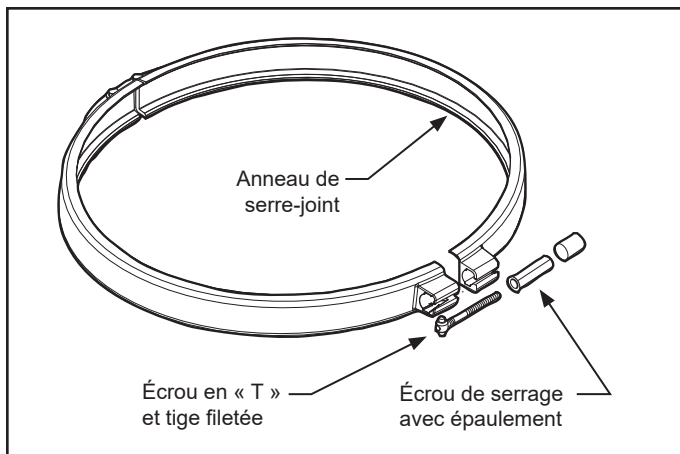

Figure 9. Anneau de serre-joint du filtre
- Placer l'ensemble écrou en « T » et tige filetée sur le serre-joint. S'assurer que l'écrou en « T » est placé sur le serre-joint selon l'orientation appropriée. Voir la Fig. 9.
- Utiliser une douille de 9/16 po sur l'écrou de serrage jusqu'à ce que les deux moitiés du serre-joint se touchent ou sont à 1/16 po l'une de l'autre, voir la Fig. 9, **mais ne pas trop serrer, car le serre-joint peut se briser.** S'il n'est pas possible de serrer, tel qu'indiqué, ne pas faire fonctionner le filtre et **faire venir immédiatement un technicien d'entretien.**
- Vérifier que le serre-joint du réservoir est correctement placé et serré Voir les fig. 9 et 10.